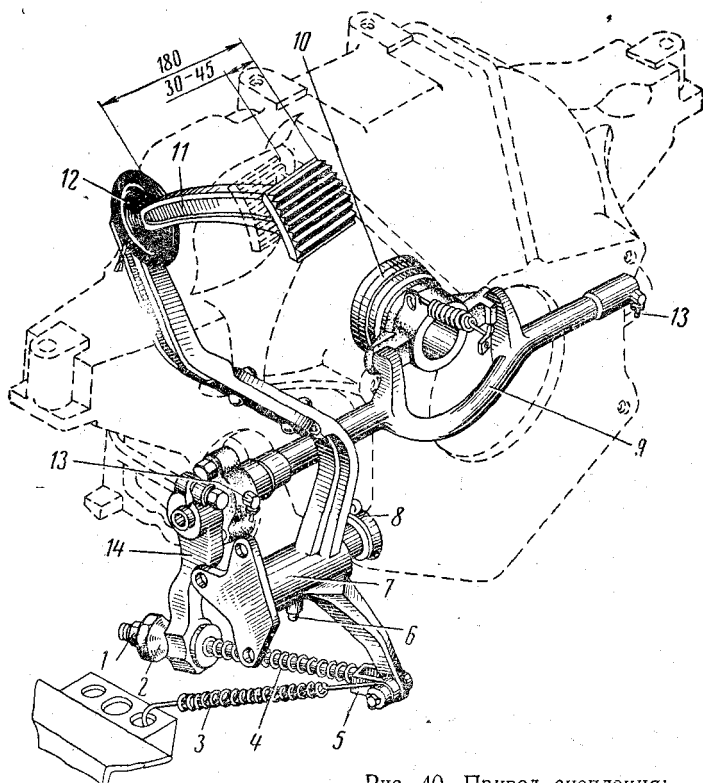

Рис. 40. Привод сцепления:
Для выключения сцепления служит ножная педаль *11* (рис. 40), которая установлена на кронштейне *7*, закрепленном на левом лонжероне рамы автомобиля. Нижний конец педали связан регулируемой тягой *5* с рычагом *14* вилки *9* выключения сцепления. Величина хода педали ограничена упором педали в пол кабины:
1. Отвернуть контргайку *1* (см. рис. 40).